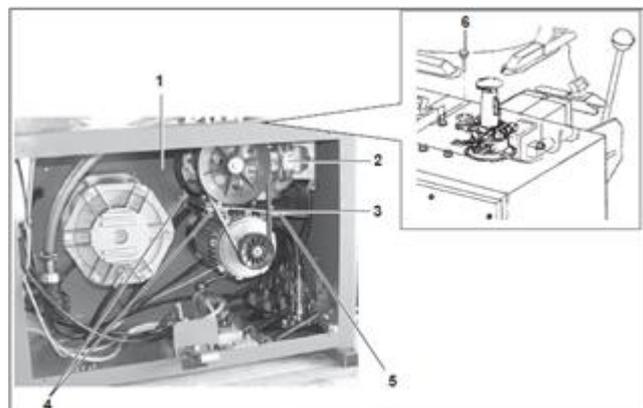

Рис. 24
- 4) Удерживайте шину так, чтобы верхний борт слегка соприкасался с ободом (Рис. 24).
- 5) Нажмите на педель накачки 3 до второй позиции (Рис. 22 и Рис. 24).
- 1) Освободить колеса от зажима 1 (Рис. 24) с помощью педали.
- Извлеките разъем 6 и проверьте смазку редуктора (рис. 24) через отверстие 1. При необходимости долить.